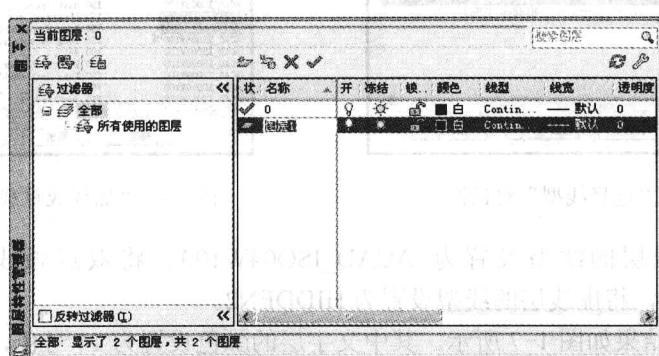

图 1-2 新建图层
2. 选择“格式”→“图层”命令或单击“图层”工具栏中的“图层特性管理器”按钮，弹出“图层特性管理器”对话框。单击对话框中的“新建图层”按钮或按〈Enter〉键，新建一个图层，系统默认该图层的名称为“图层 1”，如图 1-2 所示。